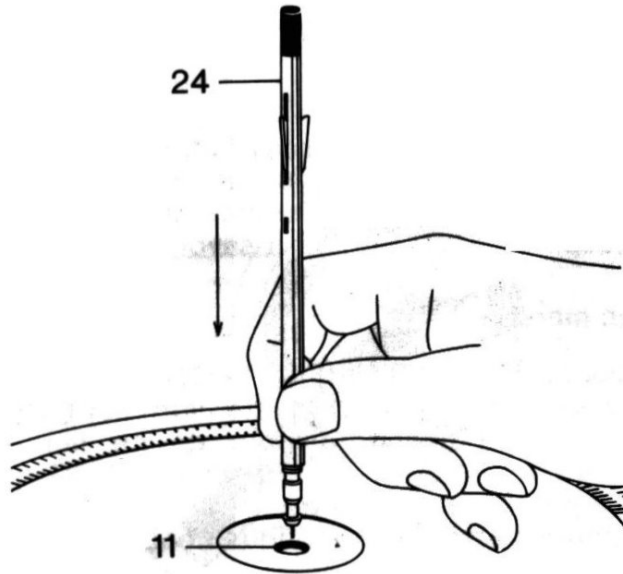

Fig. 8
2.3.1 Stapelachse SA 73 (Fig. 8—24) in die Plattenteller-Achse (Fig. 8—11) einsetzen. Automatischer Betrieb ist möglich für maximal acht 17- oder 30-cm-Platten, nachdem die entsprechende Geschwindigkeit 45 bzw. 33 UpM eingestellt wurde. Für Wechslerbetrieb von 17-cm-Platten mit großem Mittelloch kann die zusätzlich lieferbare Stapelachse SA 383 (Fig. 9) verwendet werden.
2.3.1 Insert the Automatic Spindle SA 73 (Fig. 8—24) instead of the single-play spindle into the hollow turntable shaft (Fig. 8—11). Automatic play is possible for a maximum of eight either 7" or 12" records after having chosen the appropriate turntable speed of 45 or 33 rpm, respectively.
2.3.1 Insérer l'axe d'empilage SA 73 (Fig. 8—24) dans l'axe creux (Fig. 8—11) du plateau. Les disques de 17 ou 30 cm peuvent être joués automatiquement et ce jusqu'au maximum de huit disques et après avoir choisi la vitesse adéquate (45 ou 33 t/m).